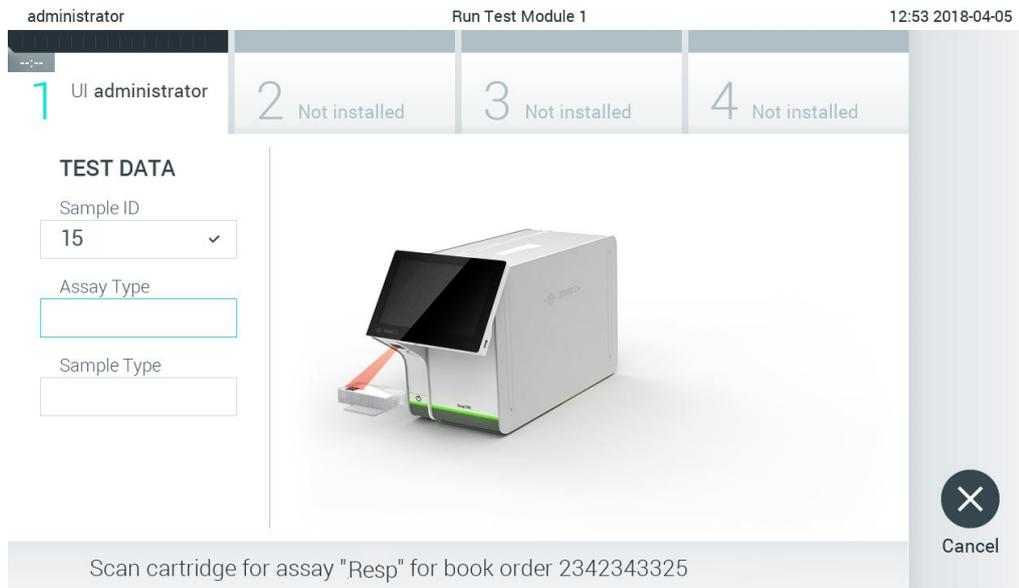

Figura 84. Scansione del codice a barre della cartuccia d'esame QIAstat-Dx.
- Quando la richiesta del test è stata ricevuta con successo dall'host, compare il testo "Scan cartridge for assay <assay\_name> and book order <order\_number>" (Scansione cartuccia per l'esame <nome\_esame> e richiesta prenotazione <numero\_richiesta>). Eseguire la scansione del codice a barre della cartuccia per esami QIAstat-Dx (Figura 84).